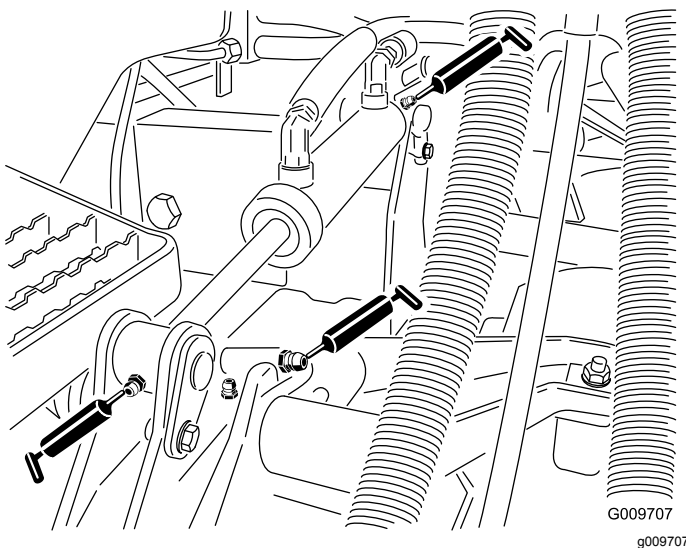

Figura 49
- Casquillos de los brazos de elevación (1 por carcasa) (Figura 49)
- Casquillos de los cilindros de elevación (2 por carcasa) (Figura 49).